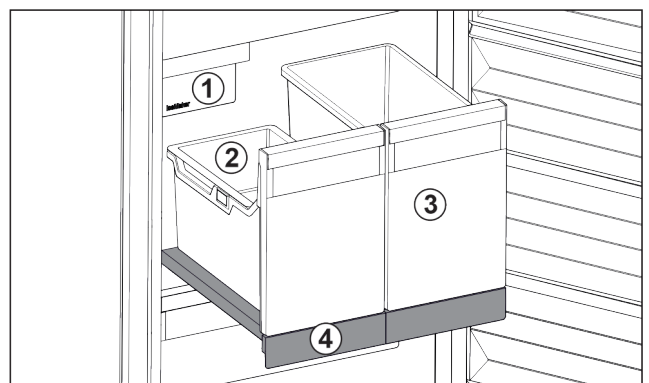

Fig. 24 Compartiment coulissant avec IceTower
- (1) IceMaker
- (2) Balconnet pour glaçons
- (3) Bac pour pizzas, boissons alcoolisées, etc.
- (4) Compartiment coulissant
Le compartiment coulissant comprend deux bacs hauts (IceTower). Le bac Fig. 24 (2) permet de recueillir et de stocker les glaçons de l'IceMaker. Les bacs Fig. 24 (3) sont conçus pour stocker des aliments hauts comme les pizzas et boissons alcoolisées.